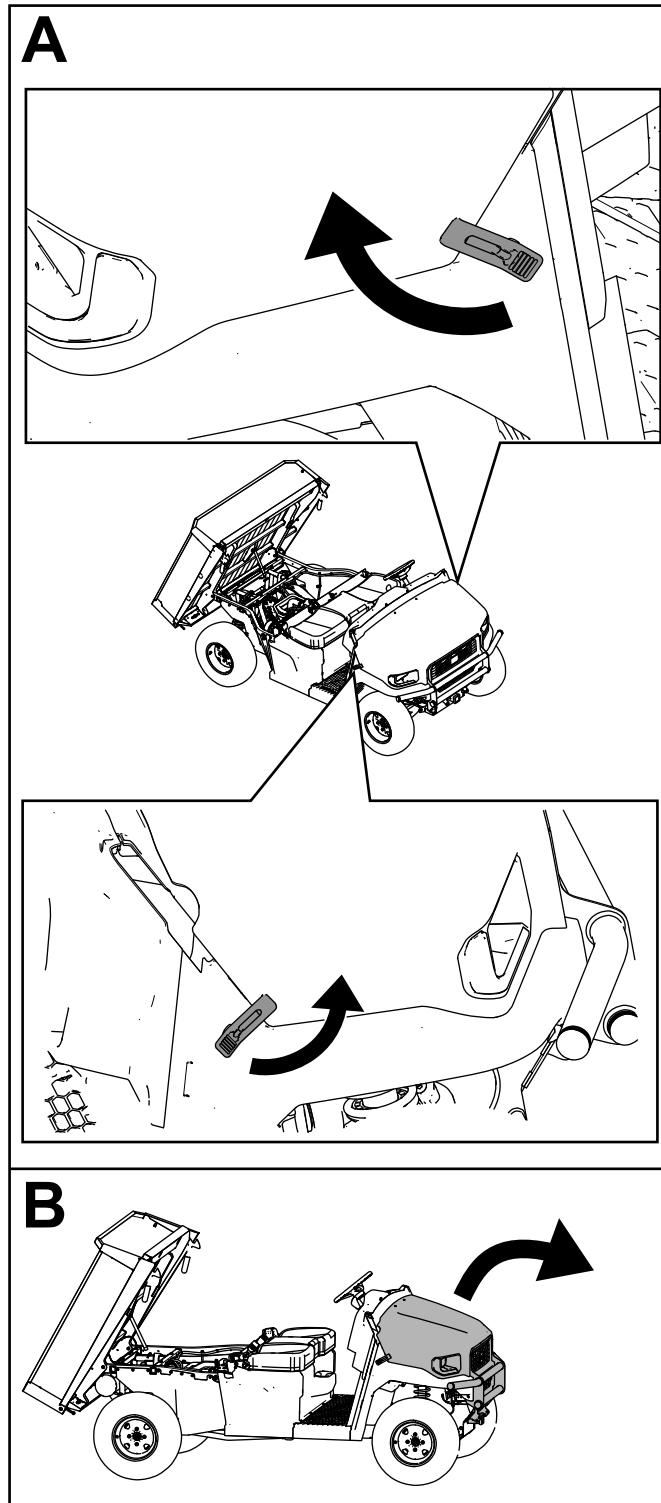

Bild 8
2. Öffnen Sie die Haube (Bild 8).